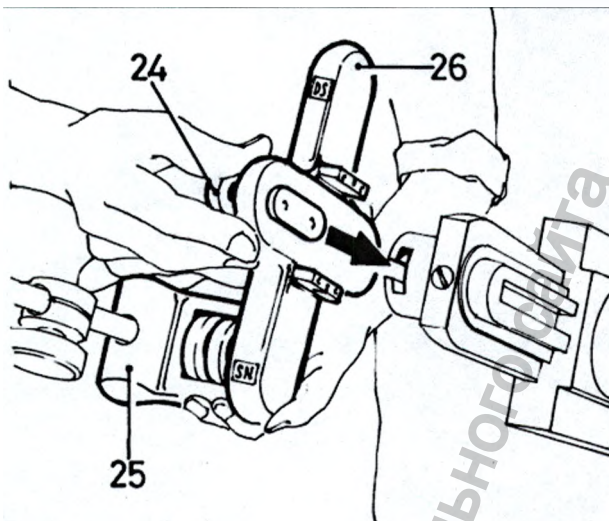

Рис. 3
- ☐ ☐ Вставьте направляющую аксессуара в паз механической руки (рис. 3).